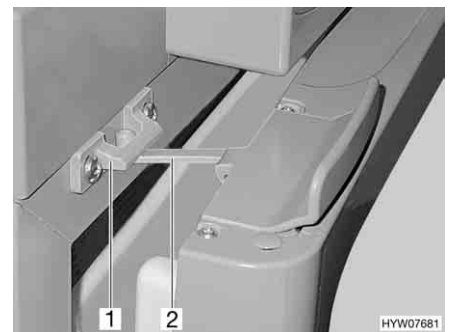

Fig. 242 Porta do frigorífico em posição de arejamento (Thetford)
- Desdobre o dispositivo de bloqueio (Fig. 242,2) e encaixe-o no respetivo alojamento (Fig. 242,1). A porta do frigorífico fica assim ligeiramente aberta.